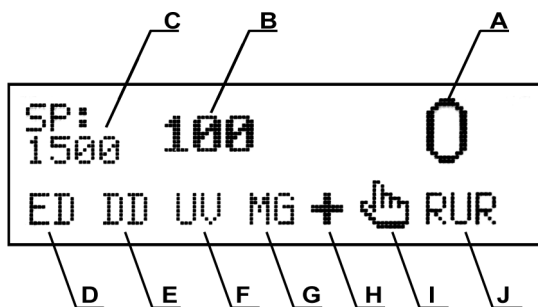

Рис. 3
На дисплее оператора (См. рис.3) отображается следующая информация:
2 "CUR" Клавиша выбора валюты: RUR, USD, EURO, “ валюта не выбрана”. При каждом нажатии на клавишу “CUR” происходит смена валюты. Текущий тип валюты отображается на дисплее оператора (см. рис. 3-J), при этом пустое окошко без обозначения валюты означает, что валюта не выбрана.
3 "CF" Клавиша переключения режимов детекций. При нажатии на клавишу "CF" происходит включение следующей детекции. Детекции расположены в следующем порядке "ED,DD,UV,MG,IR" (см. рис.3-D, 3-E, 3-F, 3-G соответственно). Если для данной модели счетчика уже выставлены все детекции, то при нажатии на клавишу "CF" все детекции отключаются.
5 "CLR" Клавиша обнуления значения фасовки. При нажатии на данную клавишу происходит обнуление значения фасовки (см. рис. 3-B) и выход из пакетного режима.
При нажатии на данную клавишу включается режим суммирования (при этом горит значок (см. рис. 3-H). Повторное нажатие этой клавиши отключает режим суммирования.
7 "MUL" Клавиша выбора автоматического или ручного режима старта пересчета. При ручном режиме (горит значок см. рис. 3-I), для начала подсчета очередной пачки банкнот необходимо нажимать клавишу "START/STOP". При автоматическом режиме счет начинается автоматически, после того как Вы положили банкноты в подающий карман.
8 Цифровые клавиши используются для ввода числовых значений фасовки (см. рис. 3-B) при пакетном режиме счета (отсчет определенного количества банкнот). Нажатием на любую клавишу (0-9) автоматически происходит вход в пакетный режим.
10 "SP" Клавиша переключения скоростей счета 800/1000/1200/1500 банкнот в минуту. Каждое нажатие клавиши "SP" приводит к изменению скорости пересчета. Текущее значение скорости отображается на дисплее оператора (см. рис. 3-C).
Данная детекция предназначена для проверки оптической плотности банкнот и контроля непрохождения сдвоенных банкнот. Следует учитывать, что в одной пачке могут оказаться как новые, так и изношенные, замасленные, старые банкноты, которые отличаются по плотности от новых. При установке высокого уровня чувствительности счетчик может срабатывать на эти банкноты и выдавать ошибку. По умолчанию детекция по оптической плотности включена для всех моделей счетчиков. Для включения (выключения) необходимо добиться с помощью клавиши "CF" присутствия (отсутствия) надписи "ED" (см. рис. 3-D) на дисплее оператора.
чувствительности DD=3) по сравнению с остальными банкнотами, происходит остановка счета и банкнота находится сверху в приемном кармане¹. Например, если в пачку банкнот достоинством 1000 рублей попала банкнота достоинством в 10 рублей, счетчик остановит пересчет и покажет ошибку, потому что ширина 1000 рублевой и 10 рублевой банкноты отличается на 4мм¹. По умолчанию детекция включена для всех моделей счетчиков. Для включения (выключения) необходимо добиться с помощью клавиши "CF" присутствия (отсутствия) надписи "DD" (см. рис. 3-Е) на дисплее оператора.
Предназначен для проверки различных видов валют и всех типов банкнот. Счетчик автоматически проверяет уровень ультрафиолетового отражения банкнот. Если этот уровень неправильный, счетчик останавливает пересчет и высвечивается ошибка. При этом подозрительная банкнота находится сверху в приемном кармане. При обнаружении такой банкноты необходимо исследовать эту банкноту на подлинность. Помните, что и подлинные банкноты, случайно попавшие под воздействие агрессивных сред, могут иметь неправильный уровень ультрафиолетового отражения. Для включения (выключения) необходимо добиться с помощью клавиши "CF" присутствия (отсутствия) надписи "UV" (см. рис. 3-F) на дисплее оператора.
Предназначен для проверки Российских рублей (за исключением банкнот достоинством 5 и 10 рублей), EURO, USD. Счетчик автоматически проверяет наличие магнитных меток на банкноте. Если магнитные метки отсутствуют, счетчик останавливает пересчет и высвечивается ошибка. При этом подозрительная банкнота находится сверху в приемном кармане. При обнаружении такой банкноты необходимо исследовать эту банкноту на подлинность. Для включения (выключения) магнитного детектора необходимо добиться с помощью клавиши "CF" присутствия (отсутствия) надписи "MG" (см. рис. 3-G) на дисплее оператора. Далее с помощью клавиши "CUR" нужно установить соответствующий тип валюты (RUR, EURO, USD). Перед началом пересчета необходимо выровнять пачку банкнот по середине с помощью направляющих банкнот (см. рис.1-4).
- На дисплее (См. Рис. 3-А) будет отображен результат счета